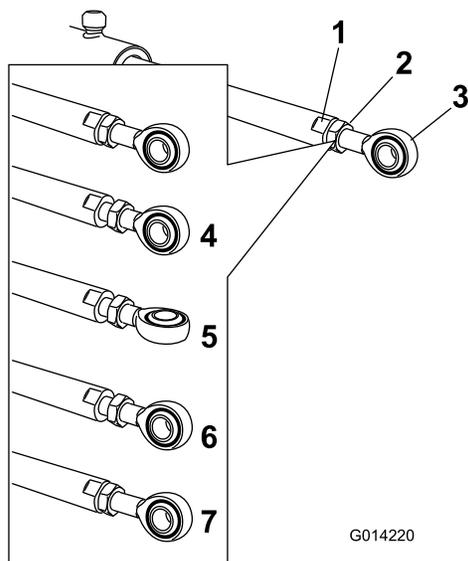

Figura 65
5. Utilizzate una chiave sui lati piatti dell'asta dell'attuatore per fermarla e allentate quindi il controdado per manipolare l'asta dell'occhiello (Figura 65).
6. Girate l'asta dell'occhio nell'asta dell'attuatore per accorciare o allungare l'attuatore esteso nella posizione desiderata (Figura 65).